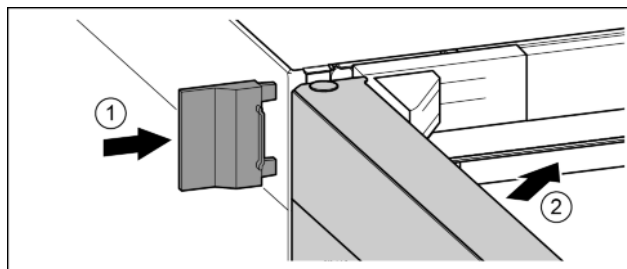

Fig. 19
- ▶ Inserire spingendo la copertura esterna. Fig. 19 (1)
- ▶ Chiudere la porta superiore. Fig. 19 (2)